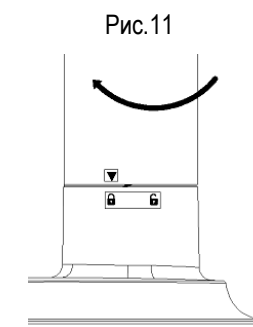

Рис.11
- Установите моторный блок (4) на крышку чаши-процессора и поверните до щелчка для фиксации.
- Стрелка на моторном блоке должна соответствовать значку блокировки на крышке чаши (Рис.11)
- При использовании насадки для нарезки кубиками и диска для насадки шинковки/терки помещайте продукты внутрь через отверстие для подачи продуктов (13) с помощью толкателя (12).